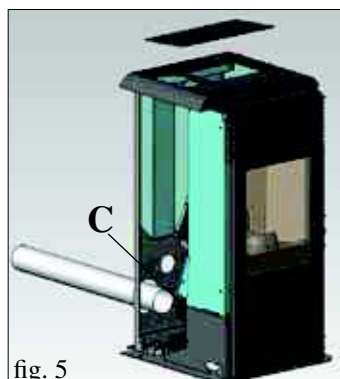

fig. 5
- Quitar los tornillos que hay sobre el top (ver fig. 5 pág. 25)
Conectar el tubo de salida de humos (no entregado con el equipo) posterior a la boca de la del tornillo hembra humos (C-fig.5) a través de la tira entregada con el equipo.
En este caso basta con hacer pasar el tubo de salida de humos (no suministrado) a través del orificio que se encuentra presente en la parte inferior del respaldo de chapa (fig.5).